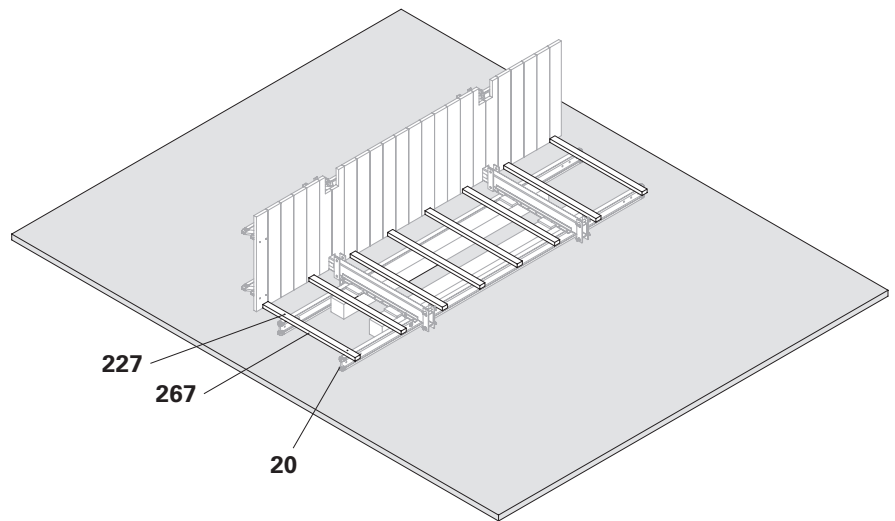

Fig. B10.11
5. Fissare la contro-tavola (**267**) sulla trave VT 20 (**20**) con viti Torx 6 x 100 (**227**). (Fig. B10.11)